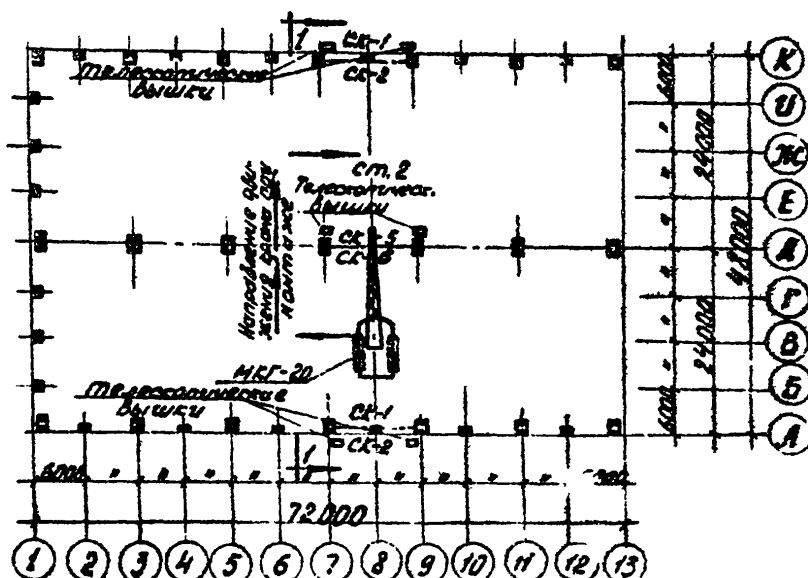

Рис. 2. Схема монтажа металлических связей СК-1, СК-2, СК-5, СК-6.
- б/ сборка и монтаж связей СК-1, СК-2, СК-5, СК-6 /рис.2/;